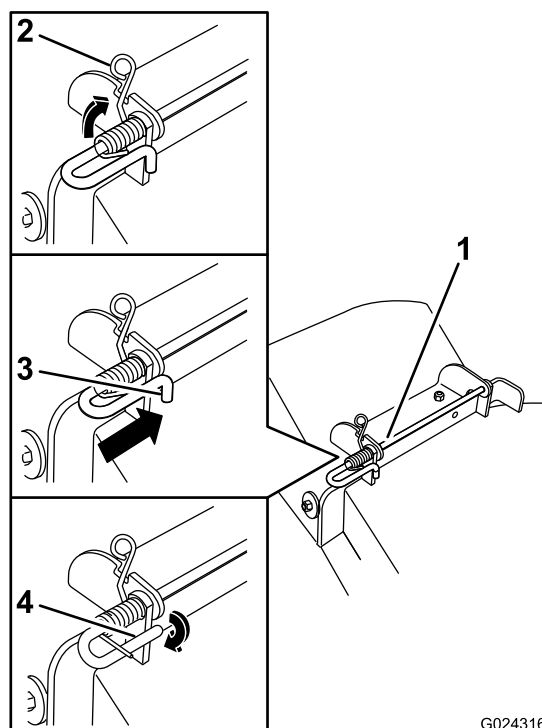

Figura 78
5. Sollevate l'estremità lunga della molla e inseritela nella tacca presente sulla staffa del deflettore (Figura 78).
6. Fissate il gruppo costituito dall'asta e dalla molla ruotandolo in modo tale da collocare l'estremità corta dell'asta dietro la staffa anteriore saldata al piatto di taglio (Figura 78).